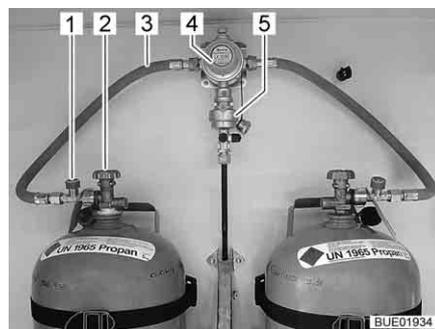
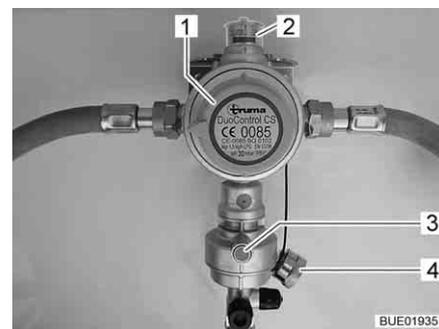

Fig. 35 Bombonas de gas con DuoControl
Fig. 36 Sistema de regulación DuoControl
El sistema de regulación DuoControl se compone de una válvula selectora (Fig. 35,4) y el sensor de impacto (Fig. 35,5). El sistema de regulación DuoControl está montado entre las gomeras del gas (Fig. 35,3) con dispositivo de seguridad en caso de rotura de manguera (Fig. 35,1). Con el botón giratorio (Fig. 36,1) en la válvula selectora se puede determinar cuál de las bombonas de gas se utilizará como bombona de servicio y cuál de ellas como bombona de reserva.
En la mirilla (Fig. 36,2) se indica el estado del suministro de gas:
Está permitido el funcionamiento con una sola bombona de gas; sin embargo, la conexión abierta se deberá taponar con una tapa ciega (Fig. 36,4).
El sensor de impacto bloqueará el suministro de gas en caso de un impacto significativo (p. ej. accidente). El sensor de impacto se pone en funcionamiento pulsando el botón de restablecimiento verde (Fig. 36,3).
El dispositivo de seguridad en caso de rotura de manguera (Fig. 35,1) bloqueará el flujo de gas si se rompe la manguera conectada. El dispositivo de seguridad en caso de rotura de manguera se deberá activar pulsando la tecla verde.
En la unidad de mando (Fig. 37), se conecta y desconecta el suministro de gas a través del sistema de regulación DuoControl. Las llaves de paso principales (Fig. 35,2) de las bombonas de gas y las válvulas de paso de gas deben abrirse a mano.
- Con el botón giratorio (Fig. 36,1) en la válvula selectora, seleccionar la bombona de gas de la que habrá de tomarse el gas principalmente (bombona de servicio). Girar el botón giratorio siempre hasta el tope.
- Abrir las llaves de paso principales (Fig. 35,2) de las bombonas de gas.
- Pulsar la tecla verde del dispositivo de seguridad en caso de rotura de manguera (Fig. 35,1). En la mirilla (Fig. 36,2) se visualizará la marca verde.
- Cerrar las llaves de paso principales (Fig. 35,2) de las bombonas de gas.
En caso de que luz de control verde (Fig. 37,6) se apague durante el servicio y se encienda la luz de control roja (Fig. 37,5), estará vacía la bombona de servicio y se deberá cambiar. En la mirilla (Fig. 36,2) se visualizará la marca roja. La bombona de reserva seguirá suministrando gas a los consumidores de gas.
- Girar el botón giratorio (Fig. 36,1) media vuelta en sentido de la bombona de gas utilizada de momento. De este modo, esta bombona de gas ahora será la bombona de servicio y la bombona de gas vacía se convertirá en la bombona de reserva. La marca en la mirilla (Fig. 36,2) cambiará de rojo a verde.
- Cerrar la llave de paso principal (Fig. 35,2) de la bombona de gas vacía. Observar el sentido de la flecha.
- Pulsar la tecla verde del dispositivo de seguridad en caso de rotura de manguera (Fig. 35,1).